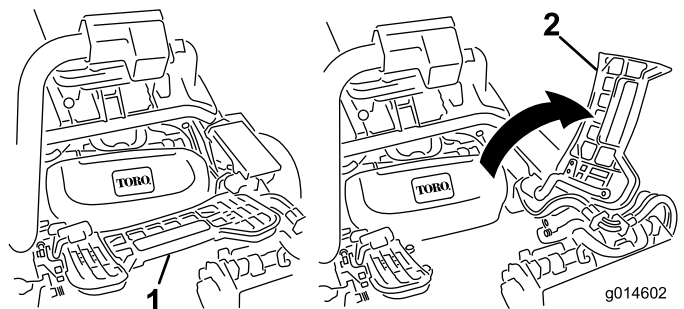

図 43
1. フットレストを跳ね上げて開き、中央カッティングユニット取り付け位置へのアクセスを確保する 図 43。